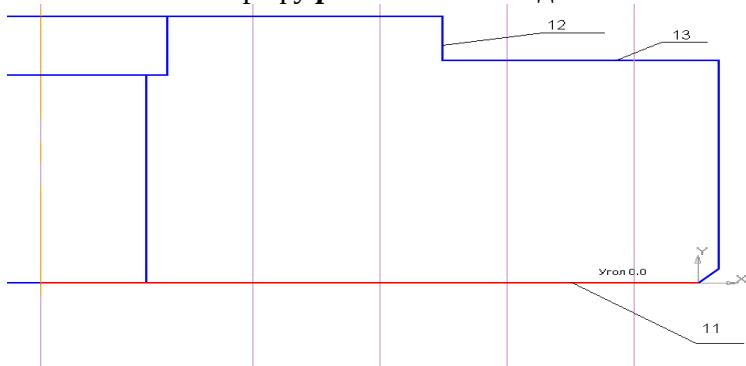

Рис. 22
- б. Эти линии будут пересекаться с основным видом детали. Далее возьмите **параллельную прямую**, укажите отрезок 11 основного вида детали (рис. 22). В графу **расстояние** введите **8**.
- f. **Параллельно** отрезку 13 (смотри рис.22) проведите **вспомогательную прямую на расстоянии 1,5.**